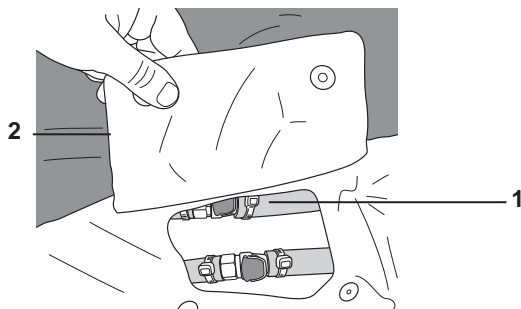

图 12：延长段襟翼
1. 找到床垫右侧脚端的延长襟翼。解开并提起襟翼（如图 12 的编号 2 所示），可使用气垫上的两组连接器（1）。